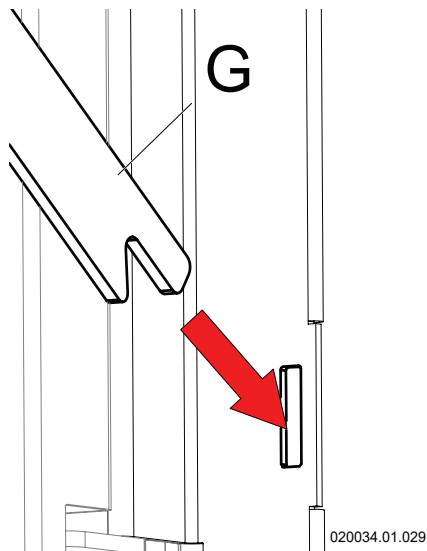

Figura 8-4 - Sede delle staffe
- 3.-aprire verso l'alto il pannello laterale "F" e tenerlo in posizione alzata attraverso le due staffe "G". Assicurarsi di fissarle in modo corretto, fare riferimento alla Figura 8-4;